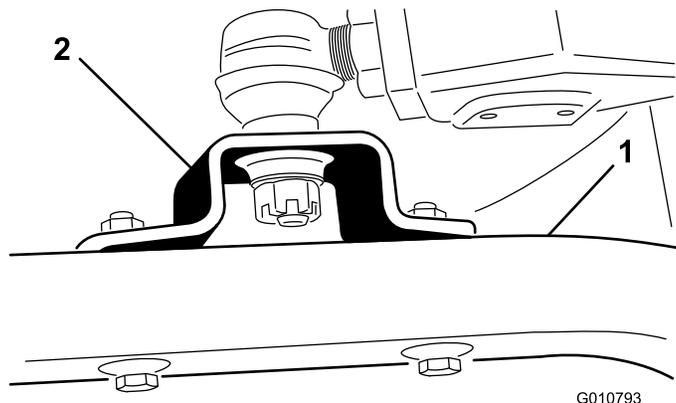

Figura 19
4. Retire los tornillos de caperuza y las contratuercas que sujetan los soportes de las articulaciones esféricas a los brazos de las ruedas giratorias de la unidad de corte (Figura 19).
4. Mueva la palanca de elevación a la posición Flotar. Empuje los brazos de empuje hacia abajo con cuidado, hasta que los taladros de montaje de las articulaciones esféricas queden alineados con los taladros de los brazos de las ruedas giratorias (Figura 19).